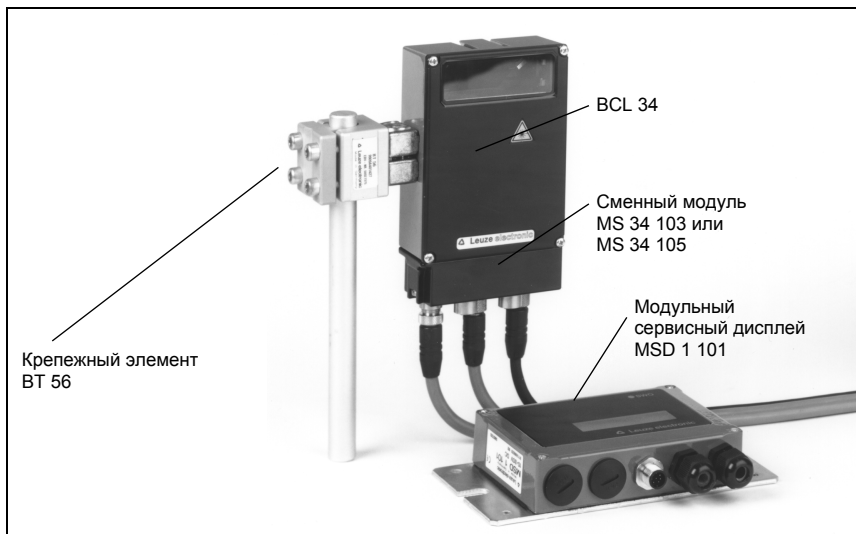

Рис. 6.2: Пример установки BCL 34
- с помощью пазов "ласточкин хвост" с использованием соответствующих крепежных принадлежностей (см. рис. 6.2)